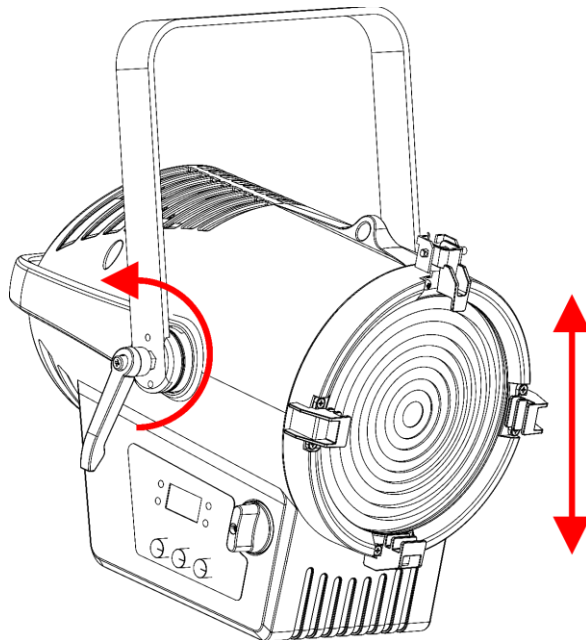

Fig. 08
- 01) Gire los **tornillos de ajuste (03)** en sentido antihorario para aflojarlos.
- 02) Inclíne el dispositivo hasta el ángulo deseado (véase la Fig. 08).
- 03) Gire los **tornillos de ajuste (03)** en sentido horario para apretarlos. Asegúrese de que el dispositivo no se pueda mover libremente después de haber apretado los **tornillos de ajuste (03)**.